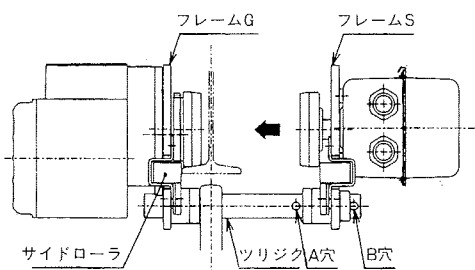

図 23
- | もしレール端末と建屋の隙間がない時は、ツリジク穴Bを使ってMRを仮組みし、レールの下から上架してください。(図23)